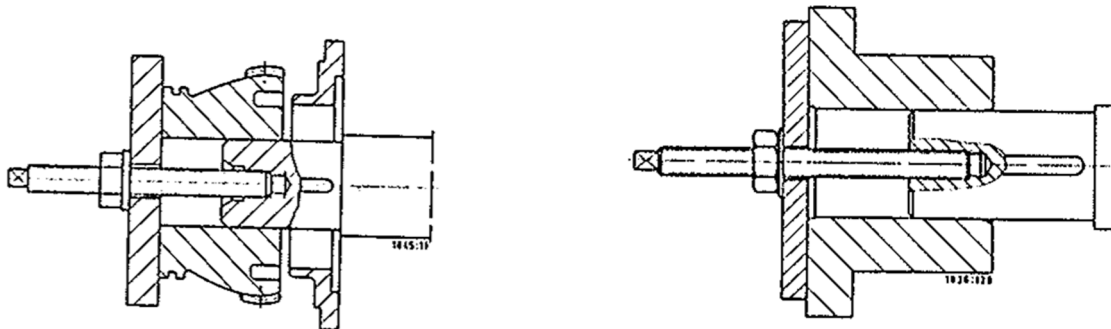

Figura 45 – Instalación del cubo del acoplamiento
2. Montar la parte inferior de la carcasa de cojinete (350).
3. Encajar el cojinete de metal patente (casquillo) inferior (370) entre el eje (210) y la carcasa de cojinete. Montar el cubo del acoplamiento, con dispositivo (ver figura 45).
5. Montar la parte superior del cojinete de metal patente (370), la tapa de cojinete (361) y la parte superior de la carcasa de cojinete (350).